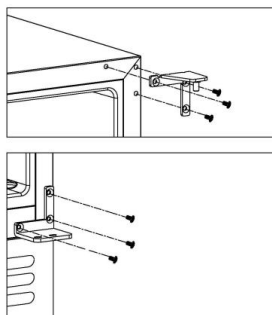

Abbildung 3
- Schrauben Sie das obere rechte Scharnier ④ und das rechte untere Scharnier ② vom Gehäuse ⑥ ab und bewahren Sie sie auf, falls Sie die Tür später wieder nach links öffnen möchten [Abbildung 3].